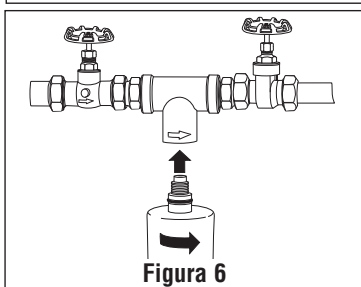

Figura 6
- Gire el cartucho hacia la derecha para enroscarlo en la cabeza del filtro AP430SS. Abra el suministro de agua principal, abra las válvulas y verifique si hay pérdidas. (Figura 6)